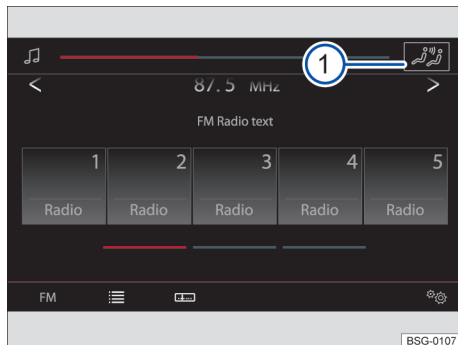

Fig. 126 Exibição do display no console central: superfície de função para acessar o amplificador de voz eletrônico.
- Na parte superior do display, *tocar* na superfície de função com o símbolo do amplificador de voz eletrônico → Fig. 126 ①, para acessar diretamente o menu **Configuração do tom**.